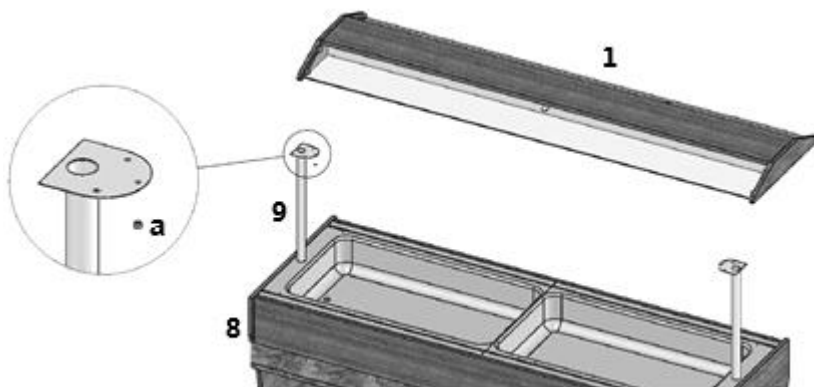

Fig. 3
1. Monte la pantalla protectora con la iluminación integrada en el aparato (fig. 3).